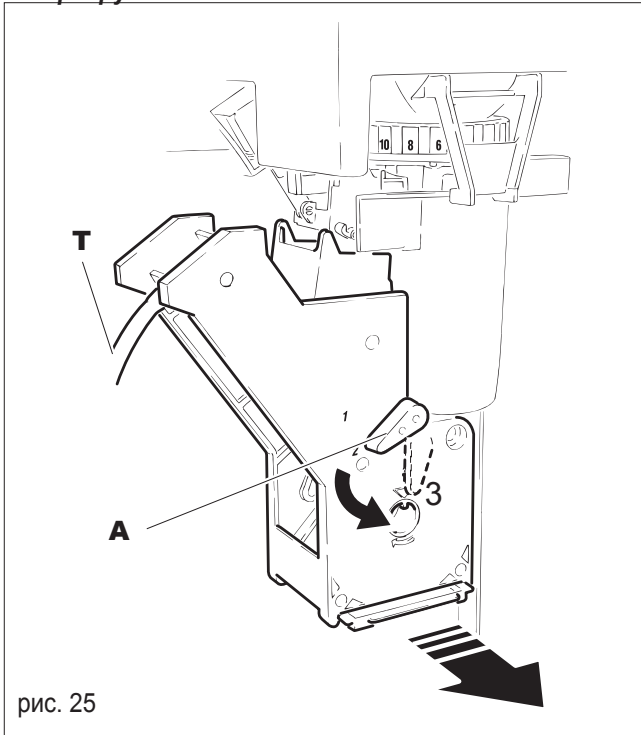

рис. 25
- Отсоедините трубку выдачи кофе (Т, рис. 25);
- Поверните рычаг ЦУ (А, рис. 25) в положение 3;